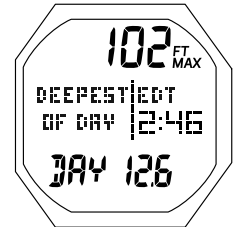

Fig. 124 - ÉCRAN DE DONNÉES DAY HISTORY N°2
**ÉCRAN DE DONNÉES DAY HISTORY N°2** : paramètres affichés (Fig. 124)